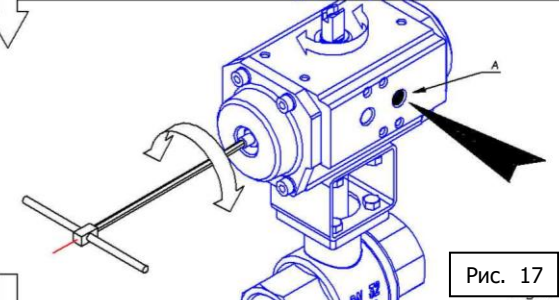

Рис. 17
3. Настроить с одной из сторон вращение привода в положении открытия 90°, установив ход поршня посредством регулировочных винтов, см. Рис. 17.